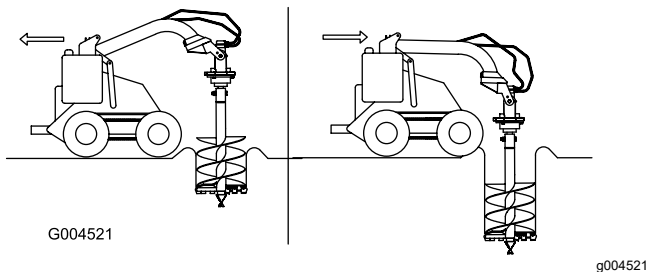

图 10
6. 随着土壤变得松散缓慢降下螺旋钻。随着挖掘的深入可根据需要向后或向前移动主机以保持螺旋钻为垂直状态图 10。